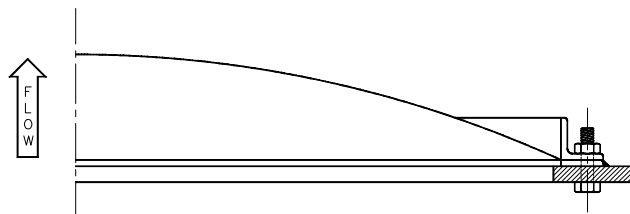

Abb. 1
- 2 Ziehen Sie die Schrauben durch die Behälterwand und den Einlass des Sicherheitsrahmens, mit den Schraubköpfen innerhalb des Behälters. Bringen Sie den Auslass des Sicherheitsrahmens an, fügen Sie Muttern hinzu und ziehen Sie diese fingerfest an. Heftschweißen Sie die Schraubköpfe an die Behälterwand. Entfernen Sie die Muttern und den Auslass des Sicherheitsrahmens. Siehe Abb. 1.